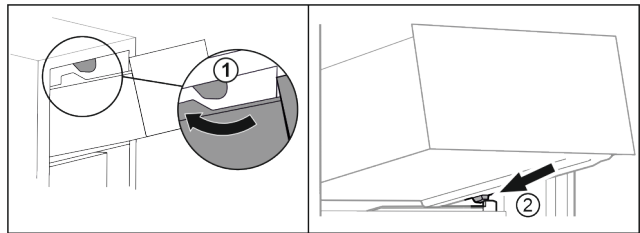

Fig. 88
- ▶ Обведите выдвижной ящик вокруг верхнего стопора. Fig. 88 (1)
- ▶ Наклоняя вниз, установите выдвижной ящик за нижние стопоры на контейнерное ребро. Fig. 88 (2)